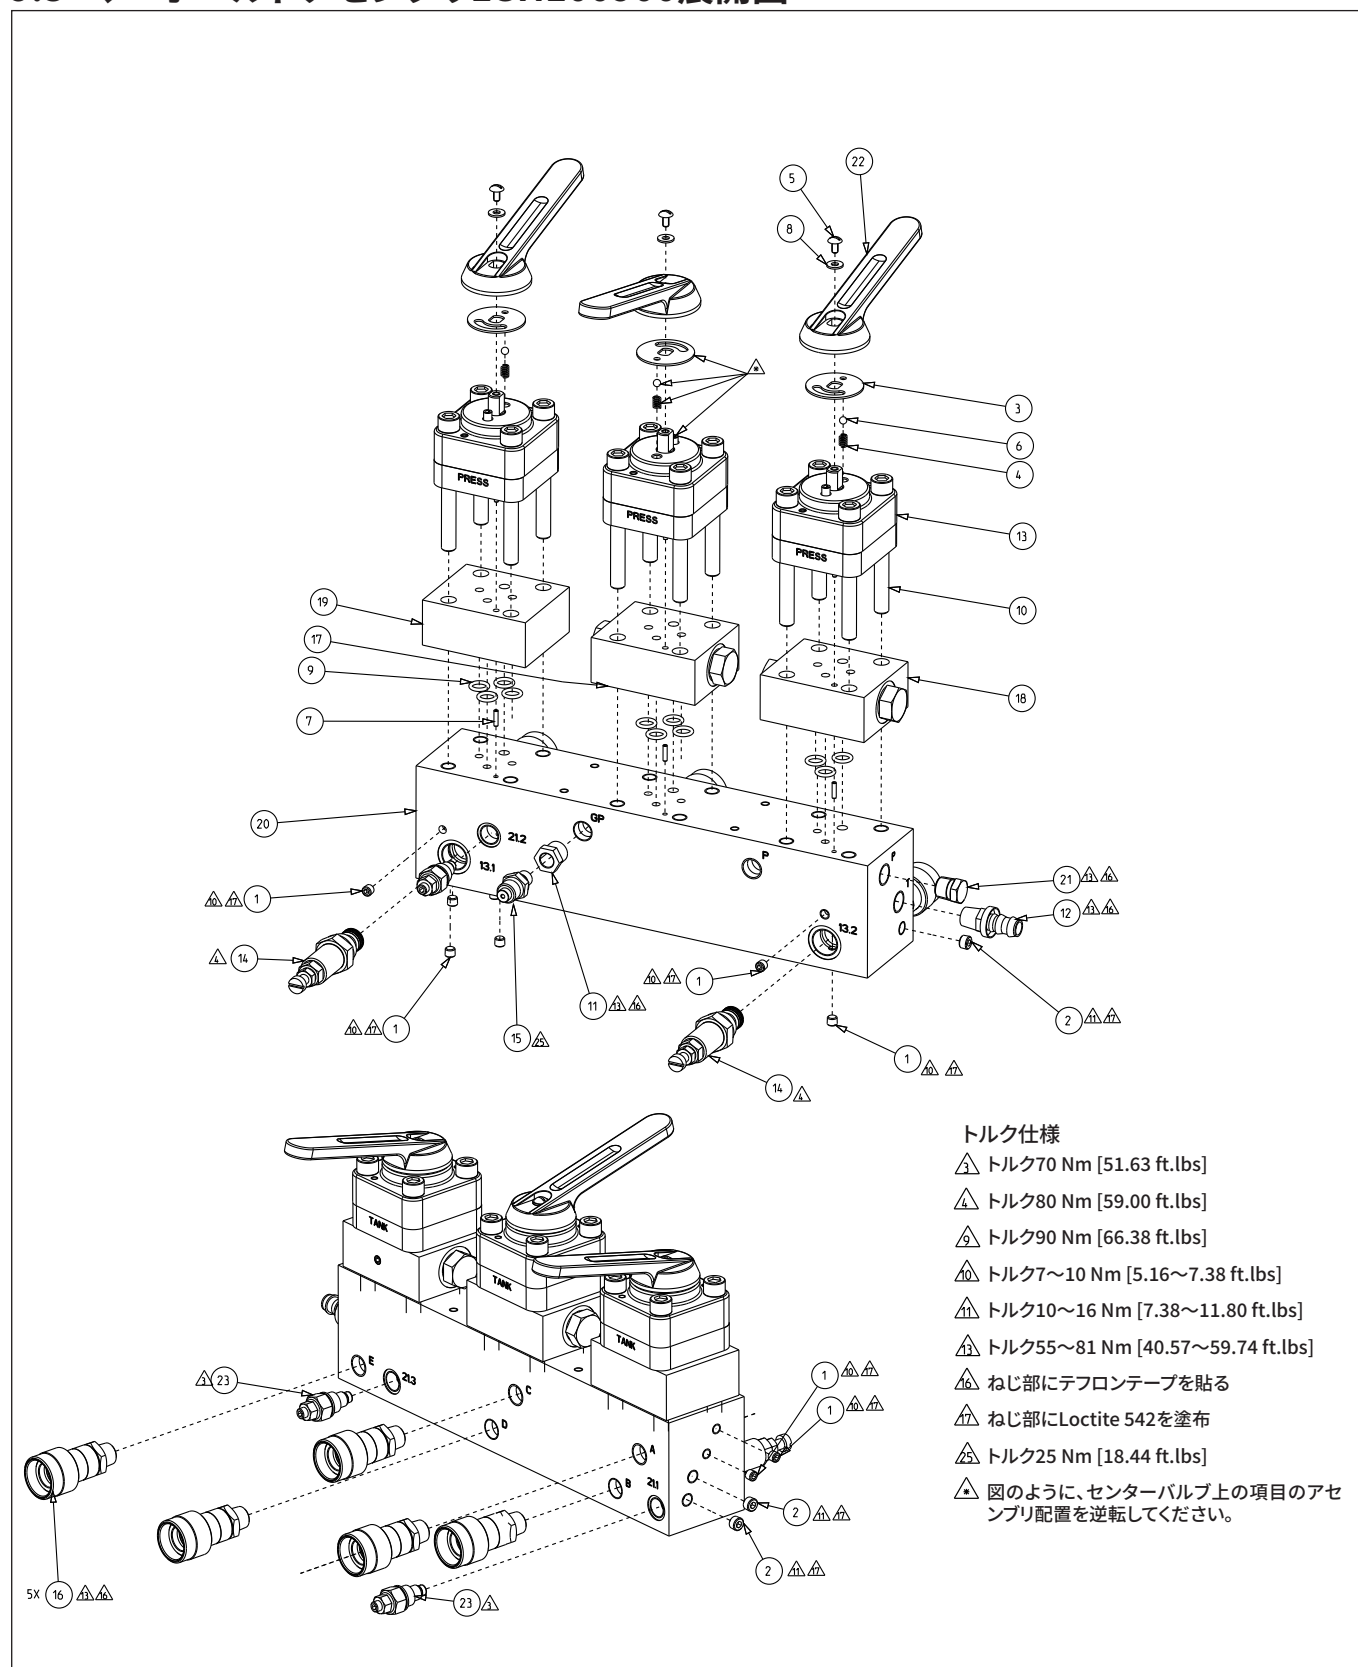

図21: 展開図 - マニホールドアセンブリ
9.3.1 マニホールドアセンブリLGH100900部品表(図21)